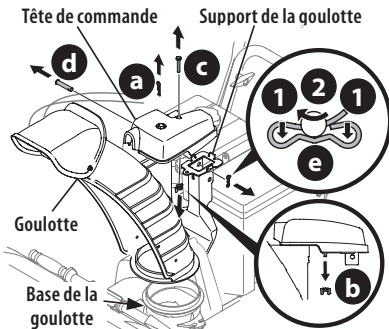

Figure 29
1. Retirez la goupille fendue (a), l'écrou papillon (b) et le boulon (ou l'écrou autobloquant, si fourni) (c) de la tête de commande de la goulotte. Retirez l'axe de chape (d) et la goupille fendue (e) du support de la goulotte. Voir (Figure 29).